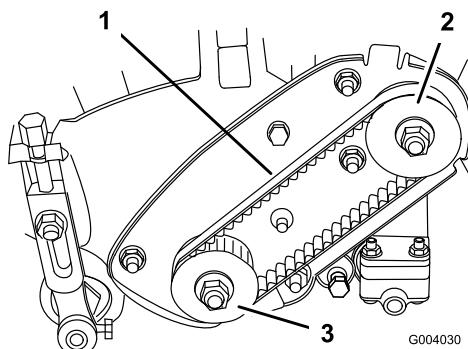

Figura 34
- Verifique a pressão calcando a correia (Figura 34) até ficar entre o alternador e as polias, aplicando uma força de  $2 \pm 0,5$  kg. A correia deve atingir um desvio de 4,8 a 7,9 mm. Se a deflexão for incorrecta prossiga para o passo seguinte.